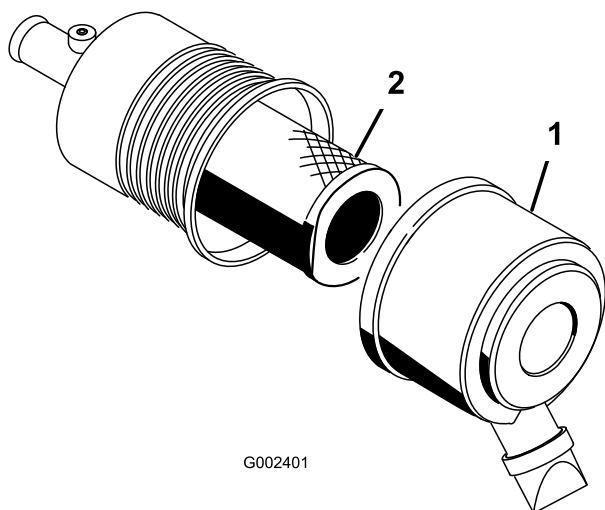

Figura 43
1. Rilasciate i dispositivi di fermo del filtro dell'aria e togliete il coperchio dal corpo del filtro (Figura 43).
3. Estraiete con cautela il filtro dal corpo del filtro dell'aria (Figura 43).
5. Montate con cautela il filtro sul tubo del corpo (Figura 43).
6. Montate il coperchio del filtro dell'aria con il lato rivolto in alto, quindi fissate i dispositivi di fermo (Figura 43).